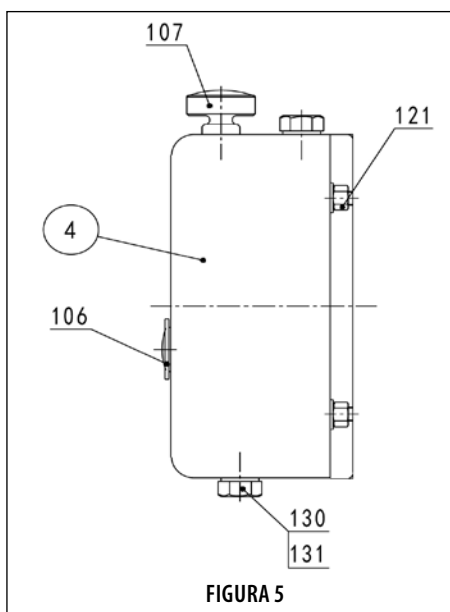

FIGURA 5
Vedere la figura 5. Rimuovere il tappo a vite di scarico (130) e la guarnizione (131), aprire il filtro dell'aria (107) e scaricare l'olio lubrificante dalla scatola di trasmissione (04).